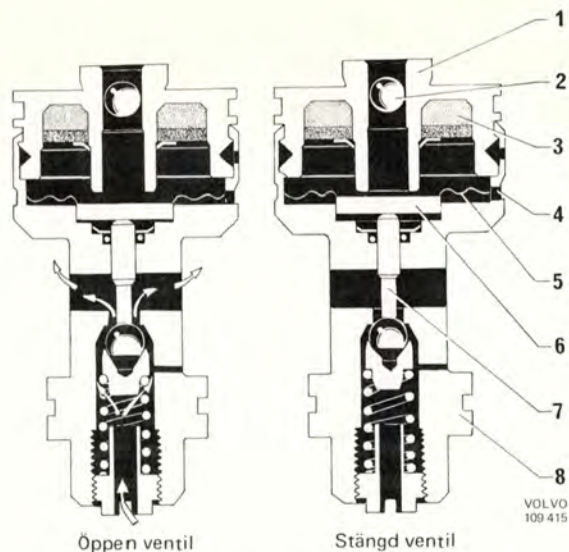

Bild 8-32. Termostatisk expansionsventil (TEV), funktion
TEV:n, som är kapslad, reglerar mängden köldmedium till förångaren genom att känna av temperaturen och trycket på köldmediet när det passerat genom förångaren. Köldmediets väg genom TEV:n visas i bild 8-32.
Membranet (5, bild 8-32) som är fastsatt i ventilkroppen bildar tillsammans med ett lock (1) en tryckkammare. Tryckkammaren är delvis fylld med träkol (3), som hålls på plats av ett filter och en låsring. I tryckkammaren är även en viss mängd köldmedium påfyllt, öppningen är sedan tätad med en stålkula (2). I membranet är en tryckstång fastsatt. Tryckstången (7), vars nedre ända passar mot ett ventilsäte, påverkas av en fjäder.